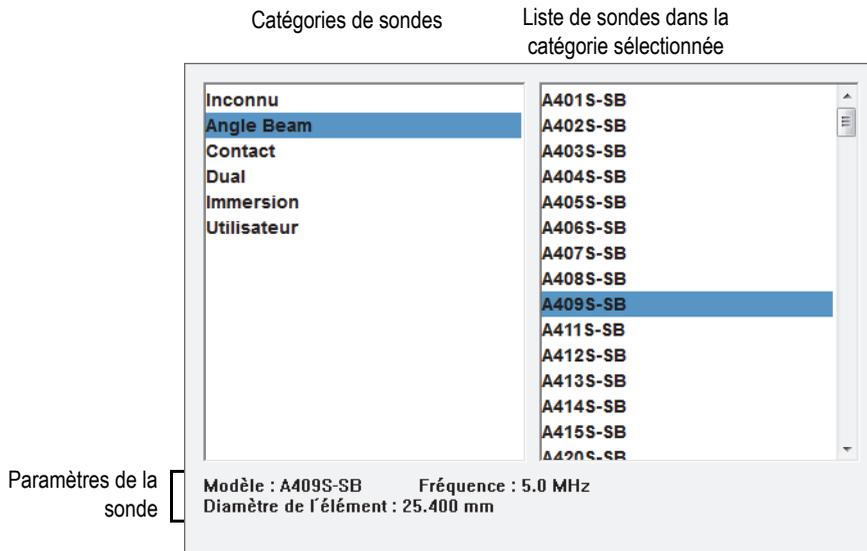

Figure 4-2 Boîte de dialogue de sélection des sondes
3. Sélectionnez **Sonde** pour sélectionner la sonde dans la liste de sondes prédéfinies (voir la Figure 4-2 à la page 110) :